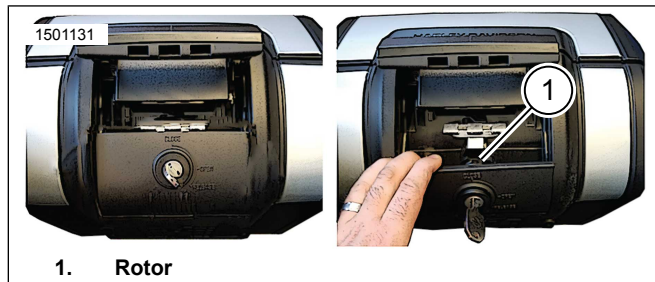

Figura 6. Acces la rotor
- A se vedea figura 6. Trageți pârghia de deblocare pentru acces la rotor (1).